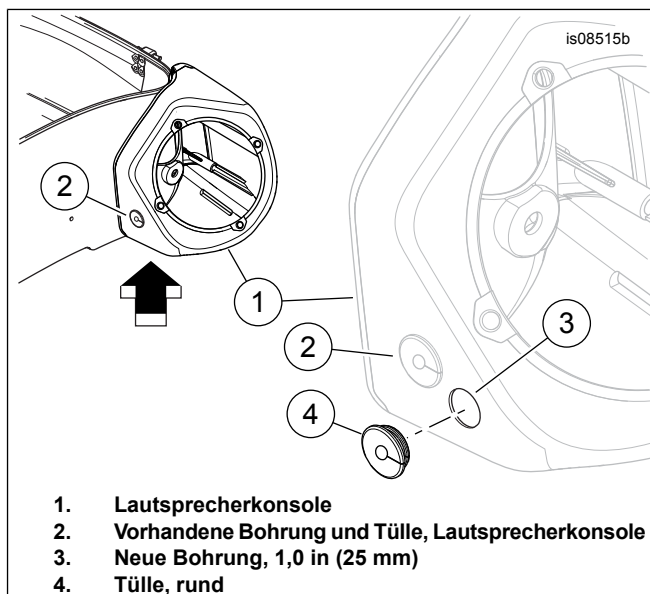

Abbildung 1. Tülleneinbau
4. Siehe Abbildung 1. In die einzelnen Lautsprecherkonsolen (1) ein **neues** 25 mm (1.0 in) Loch (3) bohren, dessen Abstand zur vorhandenen Tülle (2) ungefähr der Abbildung entspricht.